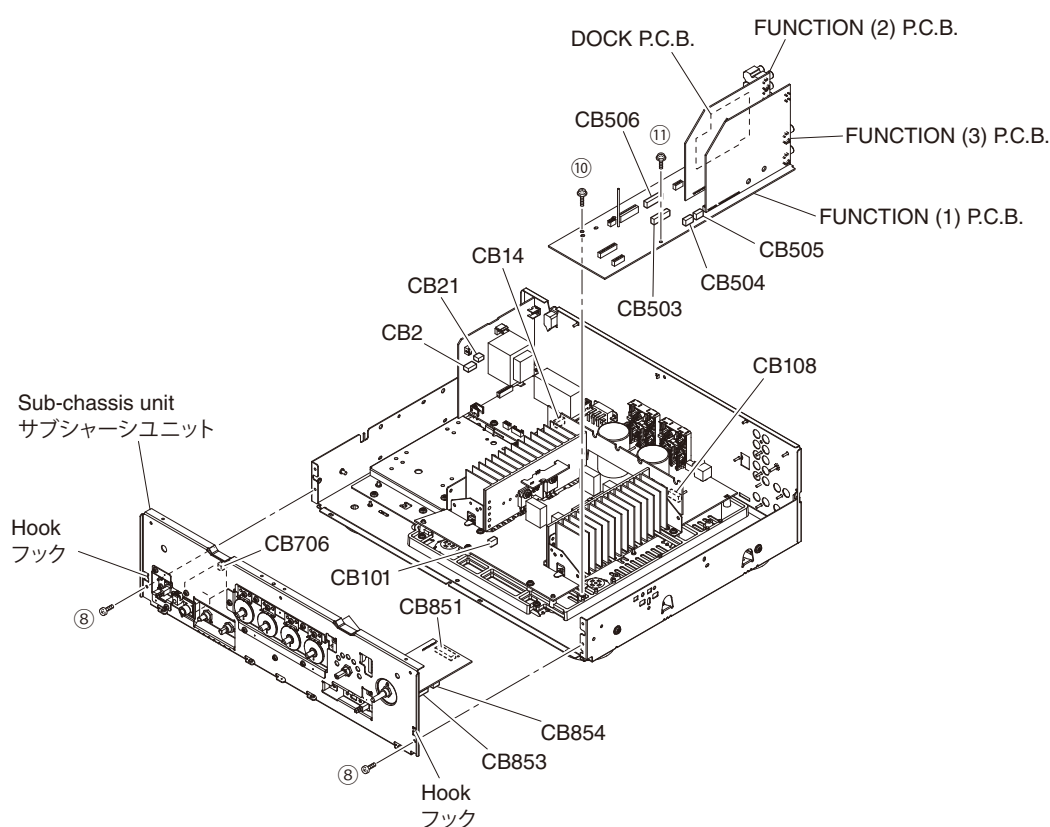

Fig. 2
- Remove 2 screws (⑧). (Fig. 2)
- Remove CB101, CB108, CB503-505, CB706, CB851 and CB853-854. (Fig. 2)
- Release 2 hooks and then remove the sub-chassis unit. (Fig. 2)
4. Removal of FUNCTION (1)–(3) and DOCK P.C.B.s
- Remove screw (⑩) and screw (⑪). (Fig. 2)
- Remove CB2, CB14, CB21 and CB506. (Fig. 2)
- Remove the FUNCTION (1)–(3) P.C.B.s and DOCK P.C.B. together. (Fig. 2)
- ⑧ のネジ 2 本を外します。(Fig. 2)
- CB101、CB108、CB503 ~ 505、CB706、CB851、CB853 ~ 854 を外します。(Fig. 2)
- フック 2箇所を外し、サブシャーシユニットを取り外します。(Fig. 2)
4. FUNCTION (1) ~ (3)、DOCK P.C.B. の外し方
- ⑩ のネジ 1 本、⑪ のネジ 1 本を外します。(Fig. 2)
- CB2、CB14、CB21、CB506 を外します。(Fig. 2)
- FUNCTION (1) ~ (3) P.C.B. と DOCK P.C.B. を一緒に取り外します。(Fig. 2)